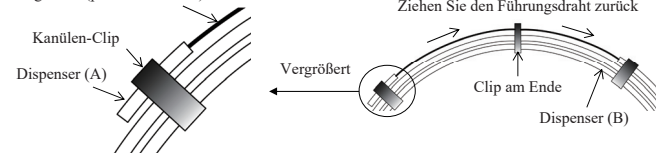

Abbildung 1
- Lösen Sie den Führungsdraht vom Clip. Schieben Sie anschließend das distale Ende des Führungsdrahtes langsam durch den Dispenser (B). (Abbildung 1)